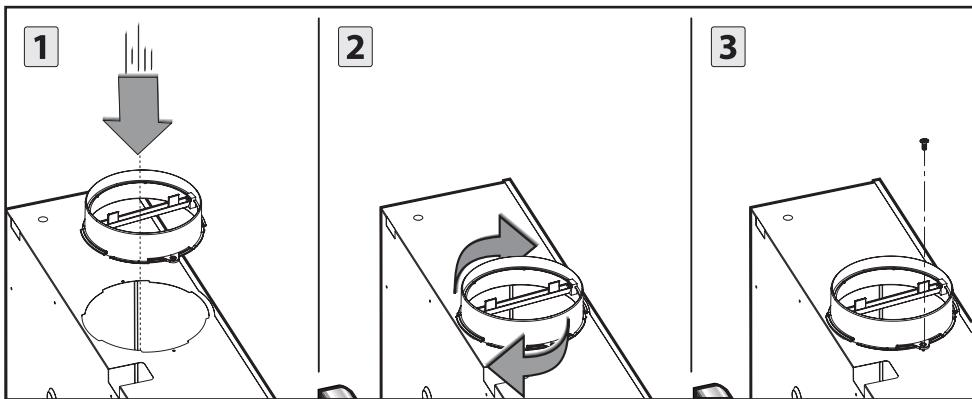

Fig.4
-Montare la flangia sul foro di evauazione aria ruotando fino allo scatto di arresto e fissata con una vite (Fig.4).